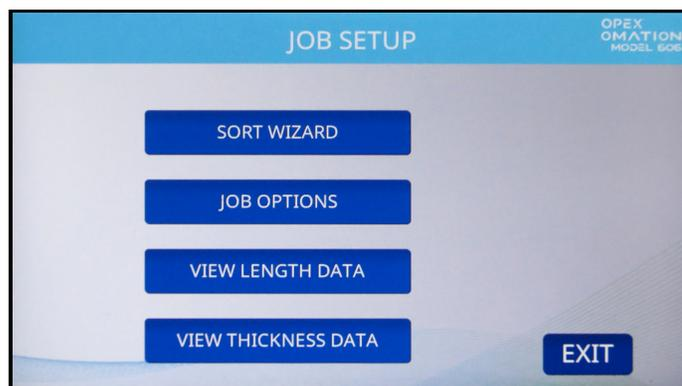

図 6-8 : ジョブ設定画面
3. ソート機能を使用すると、**ジョブ設定画面**が表示されます (図 6-8)。この画面のオプションについて以下で説明します。このプロセスでは、**JOB OPTIONS** を押します。